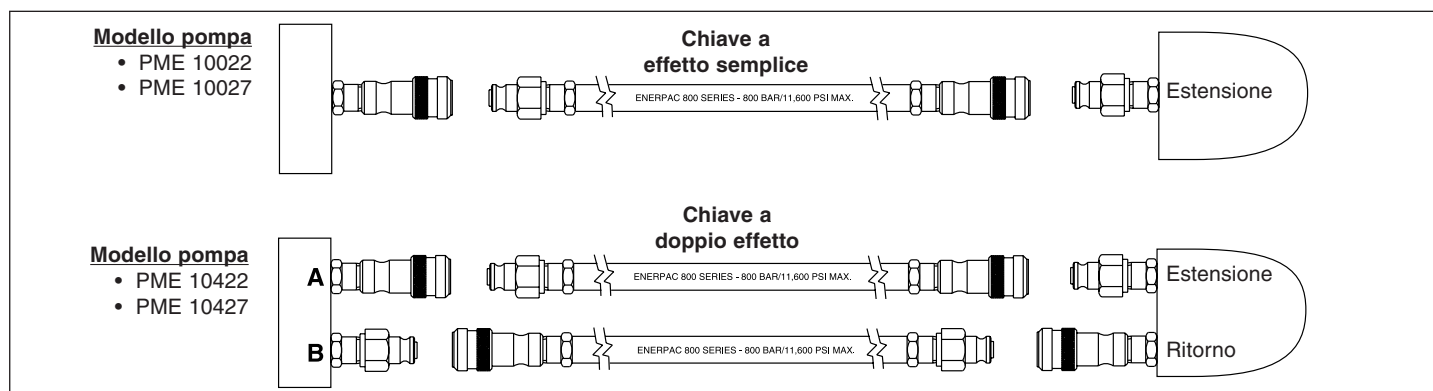

Figura 4: Diagramma di accoppiamento
2. Collegare l'altra estremità del tubo flessibile al giunto rapido della chiave, come illustrato nella figura 4 a pagina 22.
2. Giuntare i tubi flessibili alla chiave, come illustrato nella figura 4. Se si utilizza una combinazione di pompa e chiave Enerpac, i tubi flessibili e i giunti rapidi della serie 800 sono stati concepiti in modo che sia possibile collegare le bocche di estensione e di ritorno della pompa solamente alle rispettive bocche della chiave.